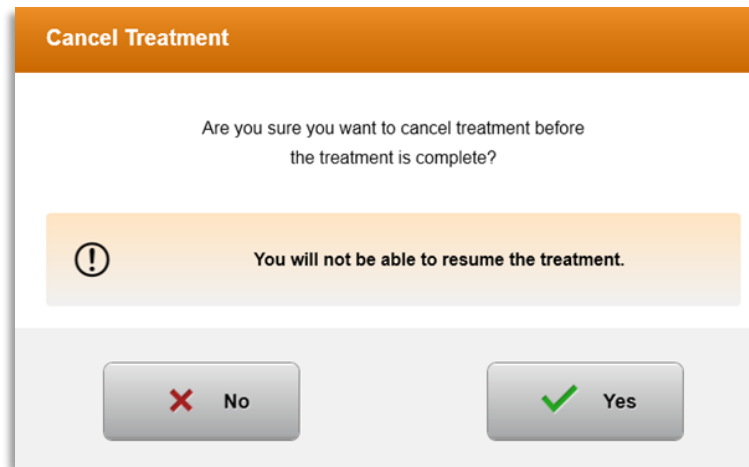

Figura 3-28. Confirmar la cancelación del tratamiento parcial
- Cuando se seleccione "Cancelar tratamiento" (Cancel treatment) a mitad de tratamiento, aparecerá un mensaje de advertencia emergente, tal como se muestra en la figura 3-28.